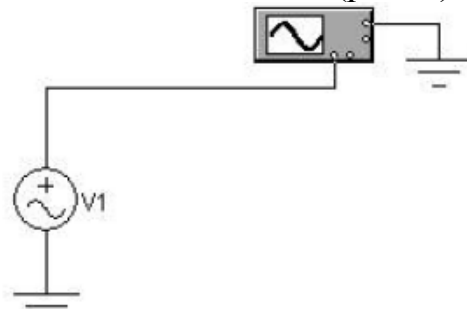

Рис. 4. Схема досліджуваного електричного кола
2.1 Відкрийте програму Electronics Workbench. Схема досліджуваного електричного кола має такий вигляд (рис. 4):